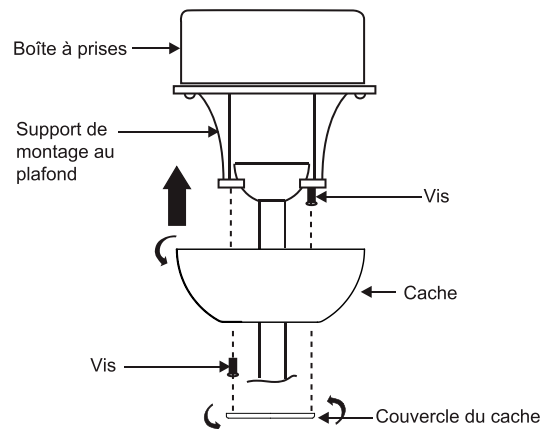

Fig. 13
Tournez le cache jusqu'à ce que la tête de la vis soit verrouillée en place à la section étroite du trou de serrure. Voir la figure 13.
**REMARQUE:** Régler les vis du cache jusqu'à ce que le cache et le couvercle du cache soient ajustés correctement (Fig. 13).